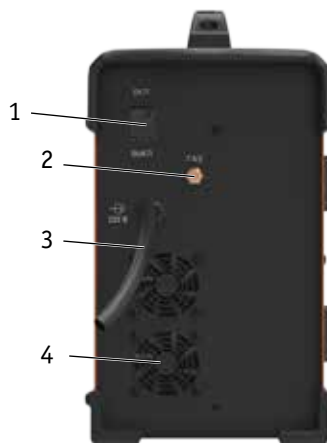

Рис. 6.2. Вид сзади.
2. Подсоедините газовый шланг к газовому разъему аппарата (п. 2, рис. 6.2) и к газовому редуктору, присоединенному к баллону. При подключении баллон и редуктор должны быть закрыты. Система газоснабжения, состоящая из газового баллона, редуктора и газового шланга, должна иметь плотные соединения (используйте винтовые хомуты), чтобы обеспечить надежную подачу газа и защиту сварочного шва.